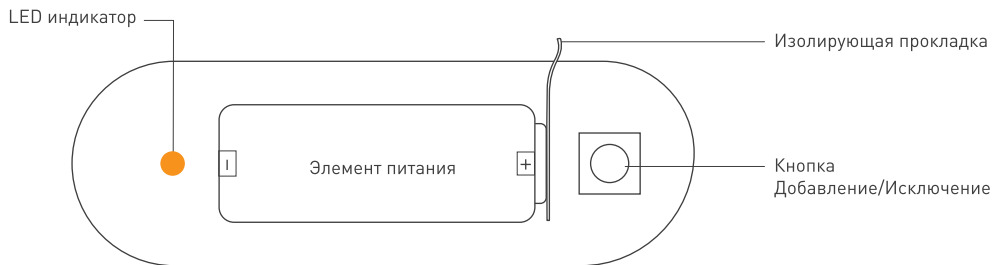

Рисунок 2. Органы управления.
- 3.2. Снимите крышку и удалите изоляционную прокладку между батареей питания и контактной пластиной (см. рисунок 2), затем добавьте датчик в сеть Z-Wave.
- Нажмите и отпустите 3 раза кнопку «Добавление/исключение», расположенную под верхней крышкой датчика (см. рисунок 2). При входе датчика в режим добавления LED-индикатор начинает мигать.